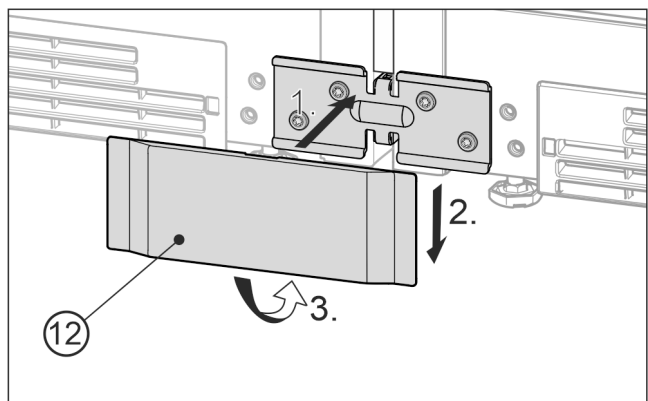

Fig. 25 Beispielhafte Darstellung
- ▶ Die untere Abdeckung *Fig. 25 (12)* von vorne auf den Winkel aufsetzen *Fig. 25 (1)*, runterschieben *Fig. 25 (2)* und unten einrasten *Fig. 25 (3)*.